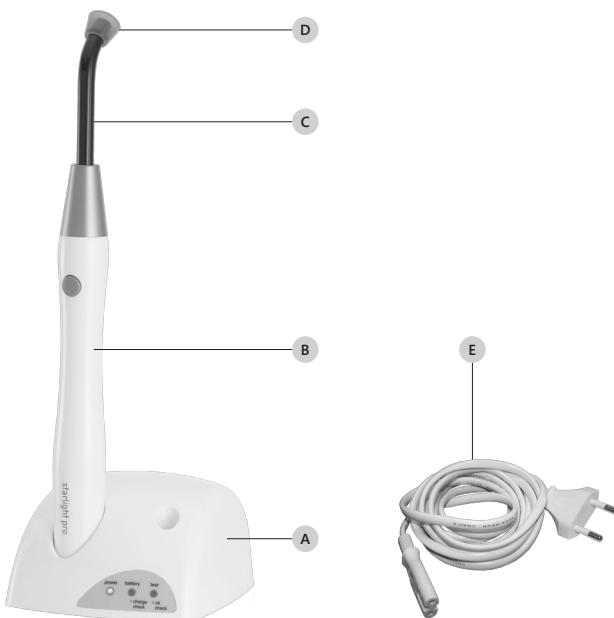

Abbildung 4 – Liste der Komponenten
⚠ ACHTUNG: Laden Sie die Batterie nur mit der Mectron-Ladestation auf (Abbildung 4 auf Seite 8 - Bez. A). Versuchen Sie nicht, mit einem allgemeinen Batterieladegerät aufzuladen. Explosions- und Brandgefahr.
Bitte beziehen Sie sich auf Abbildung 4 auf Seite 8:
2. Stecken Sie das Stromversorgungskabel (Abbildung 4 auf Seite 8 - Bez. F) in den Anschluss auf der Rückseite des Geräts (Abbildung 5 auf Seite 10 - Bez. A) und dann in die Wandsteckdose. Die grüne "Power"-LED leuchtet auf (Tabelle 1 auf Seite 11 - Bez. A).
① ACHTUNG: Laden Sie die Batterie nur mit der Mectron-Ladestation auf (Abbildung 4 auf Seite 8 - Bez. A). Versuchen Sie nicht, mit einem allgemeinen Batterieladegerät aufzuladen. Explosions- und Brandgefahr.
① ACHTUNG: Die Batterie muss in Übereinstimmung mit den geltenden Vorschriften ordnungsgemäß recycelt oder entsorgt werden. Die Batterie darf nicht mit dem Hausmüll entsorgt werden. Für Schäden, die durch unsachgemäße Entsorgung der Batterie entstehen, ist der Benutzer verantwortlich.
① ACHTUNG: Verwenden Sie die Batterie nicht für andere als die vorgeschriebenen Zwecke.
① ACHTUNG: Öffnen, durchstechen oder zerdrücken Sie die Batterie nicht; sie enthält giftige Substanzen.
① ACHTUNG: Die Batterie nicht verbrennen oder hohen Temperaturen aussetzen; Explosionsgefahr.
① ACHTUNG: Die Batteriepole dürfen nicht kurzgeschlossen werden; Verbrennungs- und Brandgefahr.